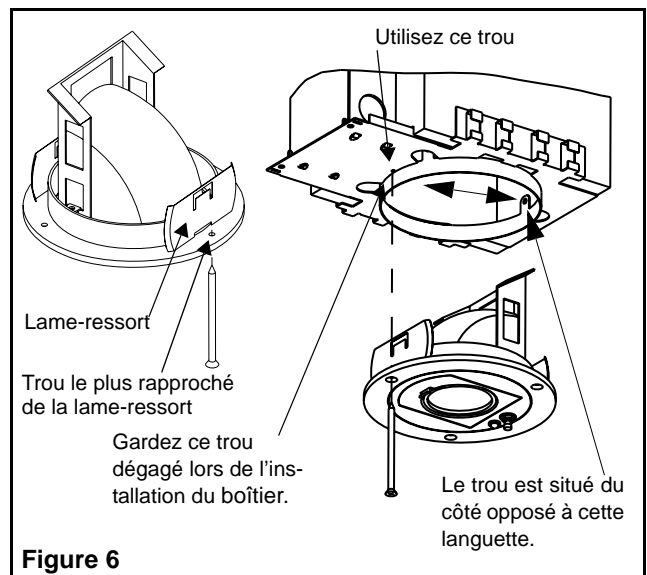

Figure 6
10. Pour installer la lumière, d'abord regarder à l'intérieur du trou dans le plafond, juste au-dessus du rebord circulaire; il y a trois petites languettes. Utiliser la languette qui est centrée dans le boîtier (la plus éloignée des deux autres) comme référence (voir fig. 6). Ensuite, sur l'anneau de finition de la lumière, repérer le trou qui est le plus rapproché de la lame-ressort. Aligner ce trou au côté opposé à la languette. Comprimer les lames-ressort et insérer la lumière dans le trou rond du boîtier jusqu'à ce qu'elle soit encliquetée.
11. Fixer l'anneau de finition de la lumière avec les trois vis autoperçantes, en débutant par la vis montrée à la figure 6. Pour les plafonds suspendus, retirer un panneau adjacent pour tenir le boîtier durant l'opération.